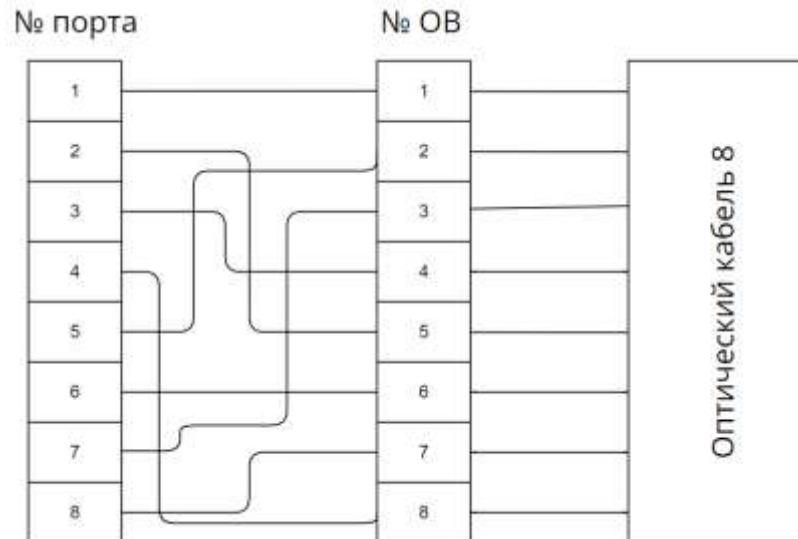

Рисунок 1 - Схема соединения оптических волокон в кроссе
- смонтировать кросс из комплектующих, согласно схемы соединения оптических волокон (рис. 1).